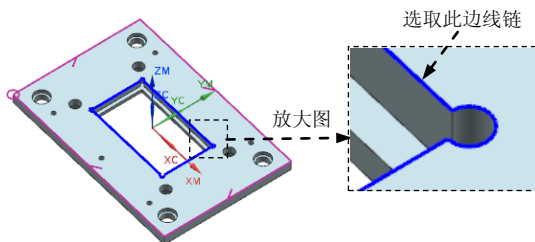

图 11.11 定义参照边线 2
Step4. 在“创建边界”对话框的**材料侧**下拉列表中选择**外部**选项, 然后再绘图区域选取图 11.11 所示的边线, 然后单击**创建下一个边界**按钮。